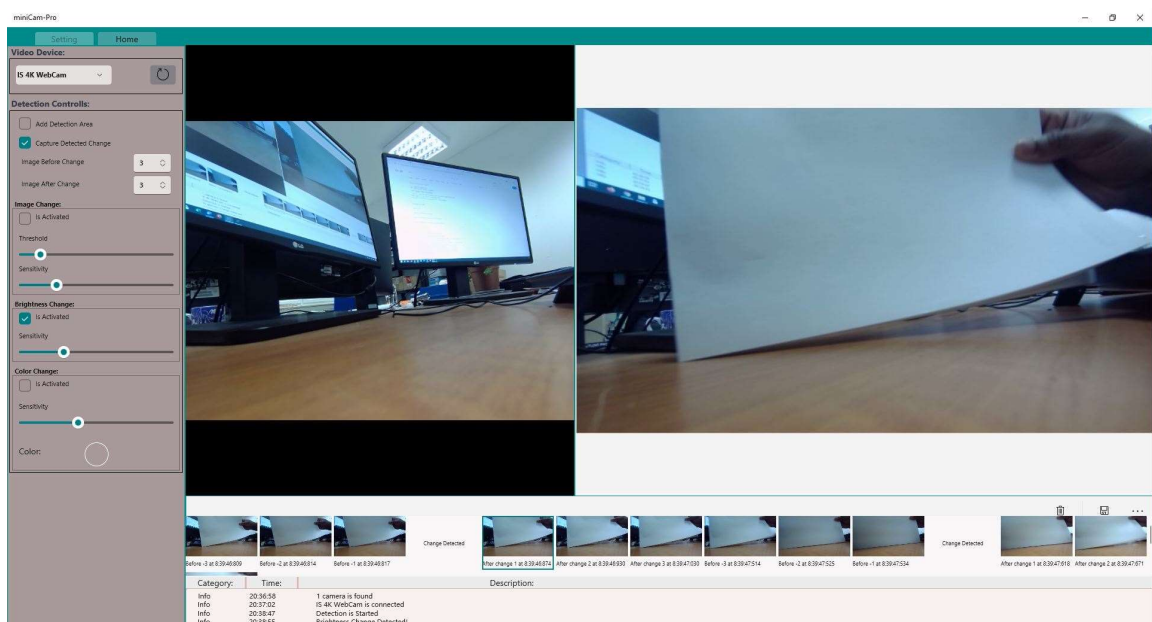

Abbildung 12: miniCam-Pro mehrere Änderungserkennungen nacheinander und Speichern und Löschen individueller Bilder
3. Lassen sie den „is Activated“ Haken aktiviert, wird das Programm weiterhin Änderungen detektieren und aufzeichnen, wie in Abbildung 12 zu sehen ist. Möchten Sie die Bilder abspeichern können Sie dies tun indem Sie das gewünschte Bild auswählen und die Speichern Schaltfläche drücken. Durch die Löschen Schaltfläche hingegen können Sie die Bilder aus dem Verlauf entfernen.